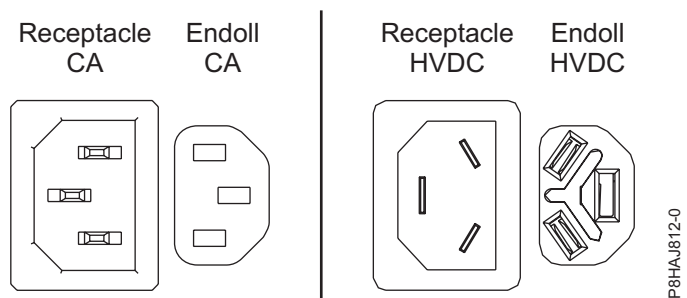
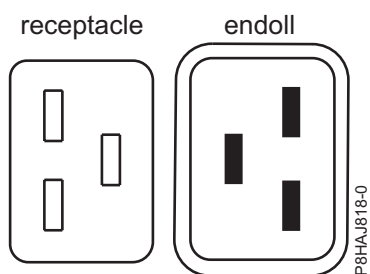
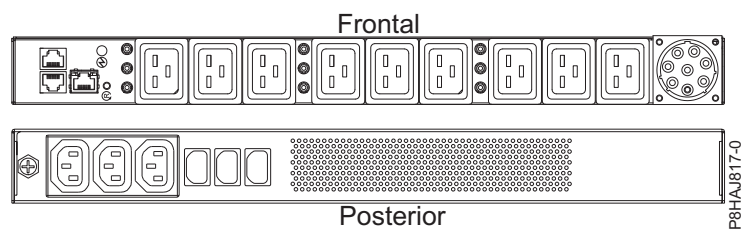

Figura 13. Connectors de CA i d'HVDC
Figura 14. Connectors per al sistema 8408-44E
Figura 15. PDU per al sistema 8408-44E
A Figura 13 a la pàgina 38 es mostren els connectors admesos de corrent alternativa (CA) i de corrent directa d'alt voltatge (HVDC). A Figura 14 a la pàgina 38 i a Figura 15 a la pàgina 38 es mostren els connectors i la unitat de distribució d'alimentació (PDU) admesos pel model 8408-44E.